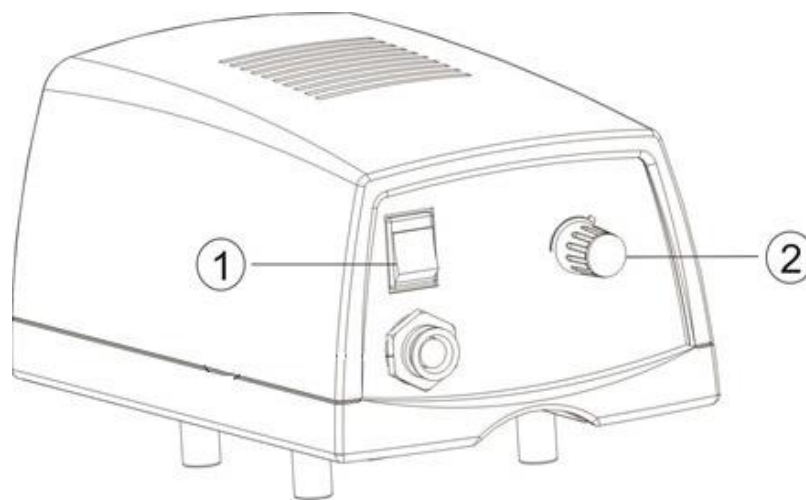

Рис. 6
8.3 Включение микроскопа. (рис. 6)